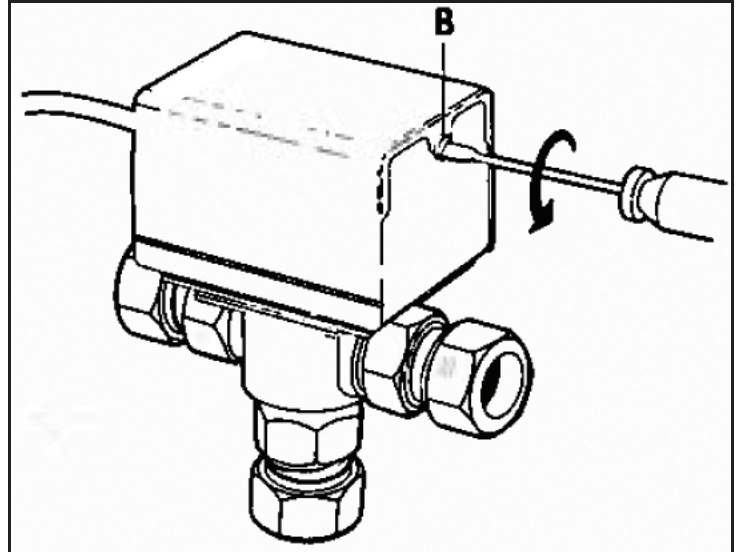

Fig. 2.
2. Remove cover (Fig. 2).
2. Togliere il coperchio (Fig. 2).
2. Verwijder de kap (Fig. 2).
2. Enlever le couvercle (Fig. 2).
2. Deckel abnehmen (Abb. 2).